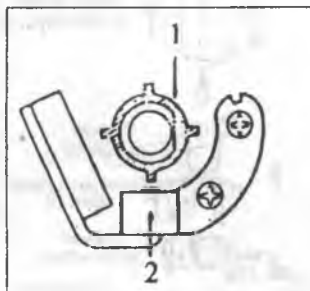

Рис. 168
Проверните коленчатый вал двигателя до совмещения зуба сигнал-ротора (1) с выступом сигнал-генератора (2) (Рис.168), с помощью щупа замерьте величину зазора между ними. Типовая величина воздушного зазора 0,2-0,4 мм. Для регулировки зазора ослабьте два фиксирующих винта, поверните сигнал-генератор в нужную сторону, затяните фиксирующие винты.